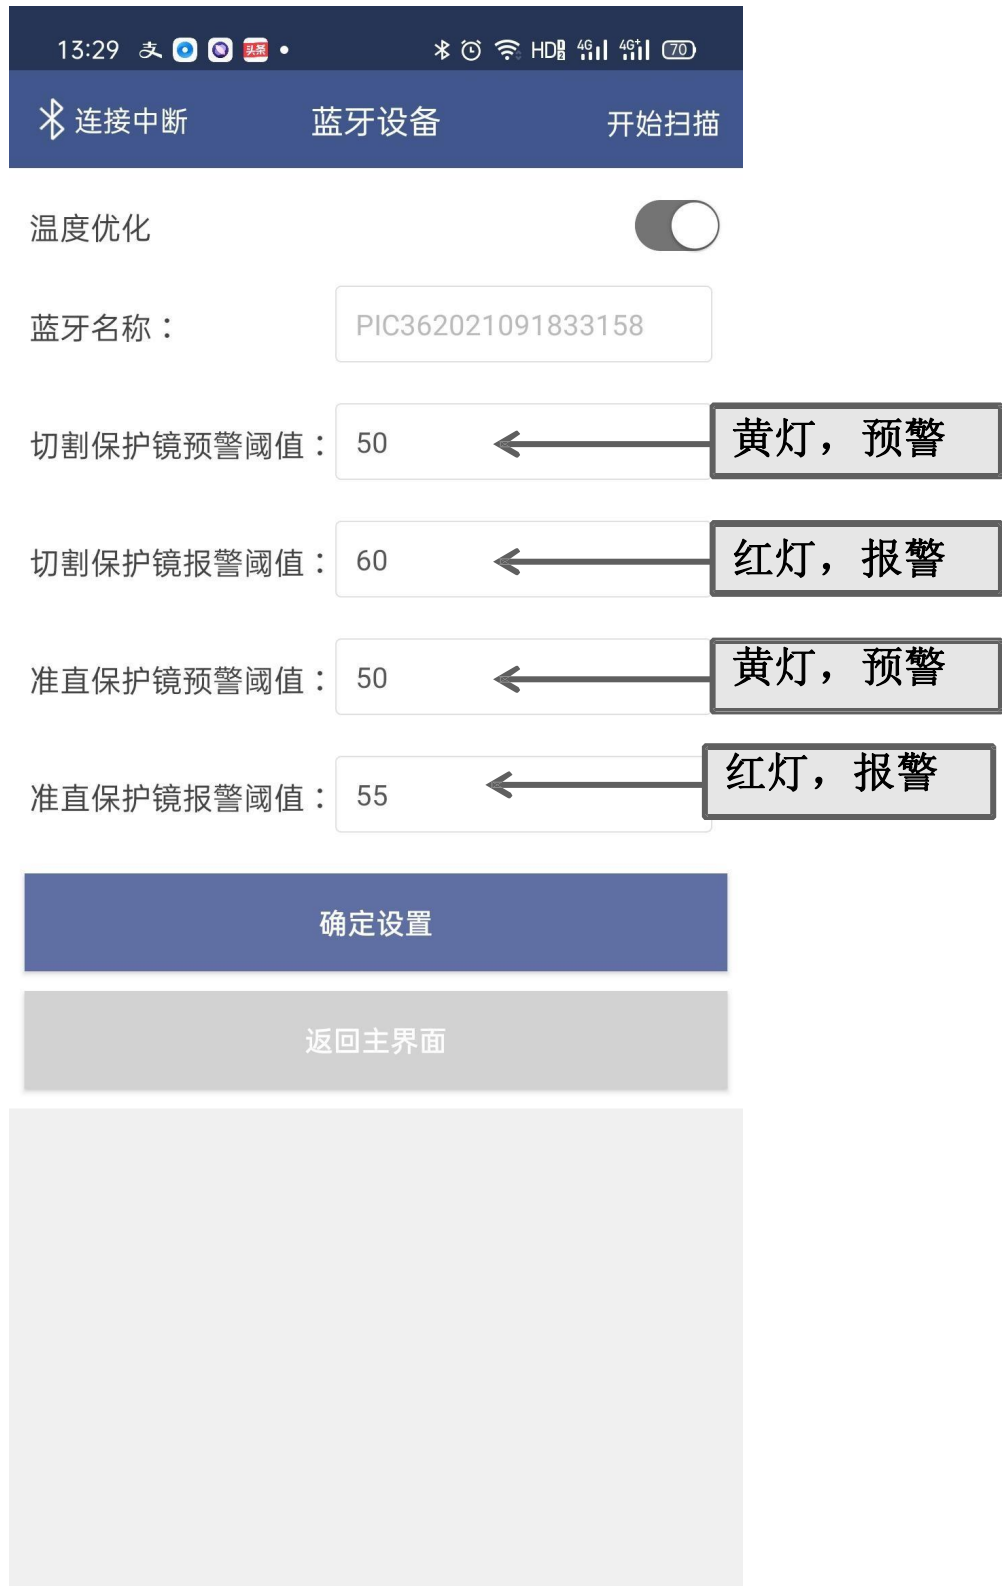

图3.3
- ② 进入温度设置界面，可根据实际情况设置温度，预警值必须低于报警值，设置完成后点击确定设置按钮，如下图3.3所示：